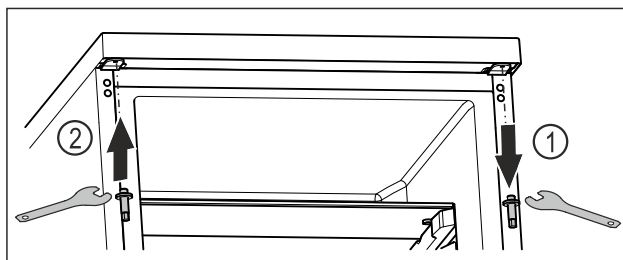

Fig. 23
- ▶ Keerake ülemine polt väliskuuskantvõtmega välja. Fig. 23 (1)
- ▶ Keerake polt vastasküljel väliskuuskantvõtmega kinni. Fig. 23 (2)